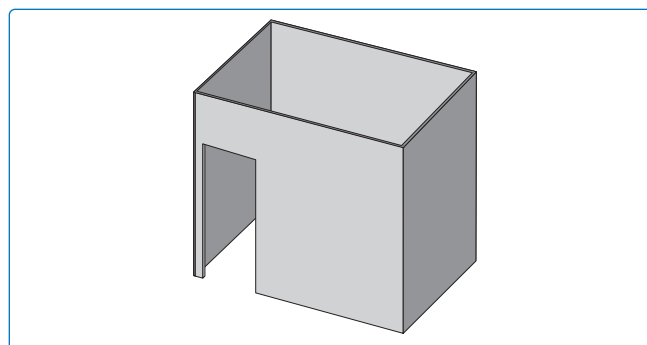

Fig. 1
- Enceinte avec trois murs et sans couverture supérieure (**Fig 1**).